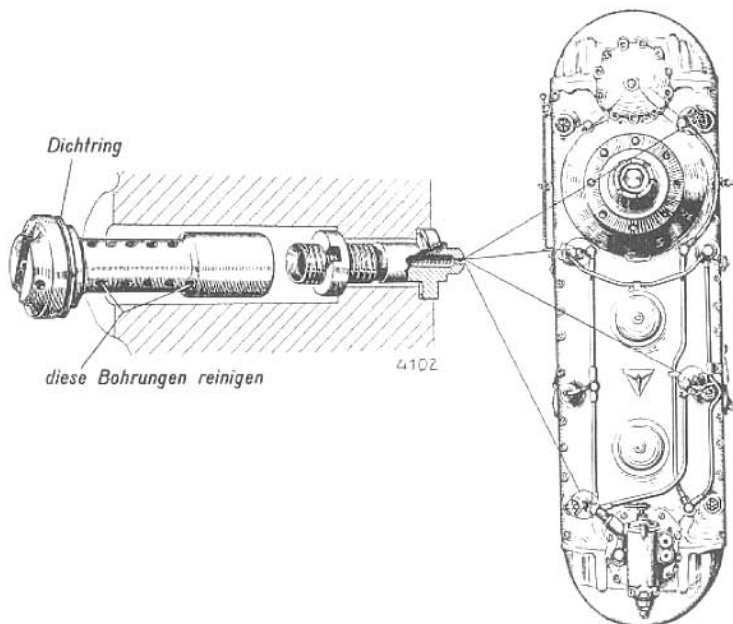

Abb. 35 Lage der Schmierstoffdüsen am Getriebekastendeckel
- b) Reinigen der 4 Schmierstoffdüsen im Getriebekasten (Abb. 35).